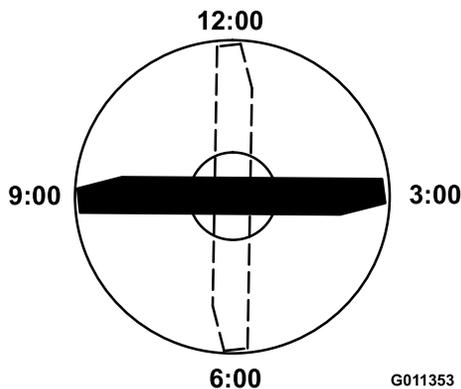

Figura 69
4. Posicione a extremidade de corte da extremidade marcada da lâmina nas 12 horas (a direita na direção do corte) (Figura 69) e meça a altura da mesa à extremidade de corte da lâmina.
5. Rode a extremidade marcada da lâmina para as posições das 3 horas e das 9 horas (Figura 69) e meça as alturas.